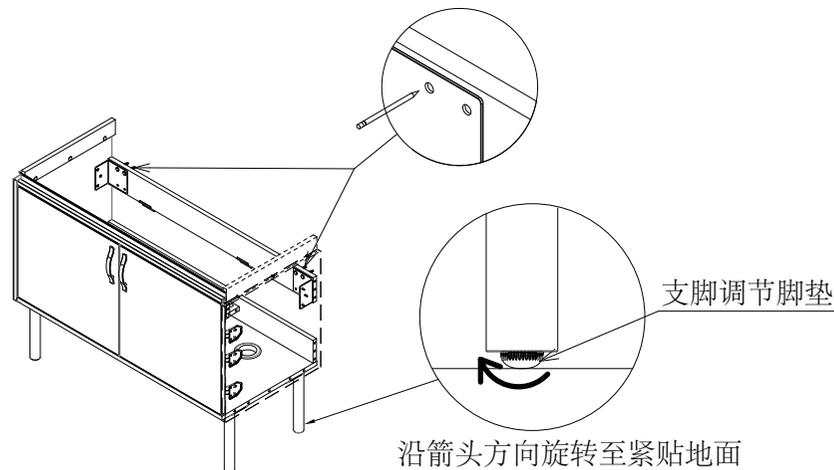

图6
①此处安装例子用LBDA系列作为说明，LBEA系列安装原理一致。
②如图6所示，把柜体挂在安装好的挂片上。有支脚式样的必须把支脚脚垫调节至贴紧地面，并保持柜体水平。